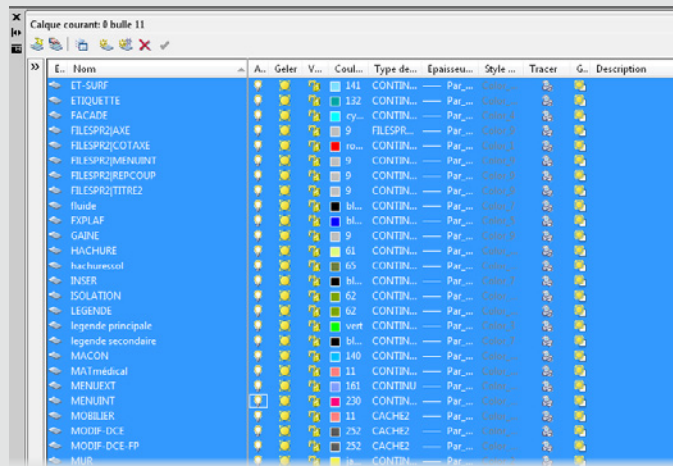

Figure 12
- Nous sélectionnons de nouveau l'ampoule et le symbole du soleil. Tous les calques sont désormais actifs et devraient être visibles à l'écran (voir Figure 12).